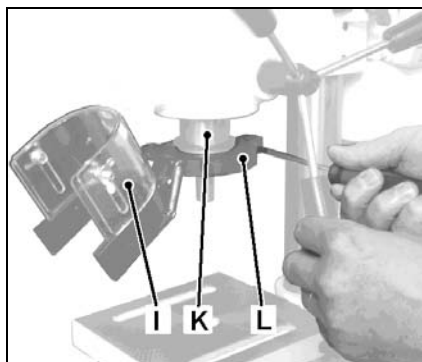

Рис.2
Установите защиту патрона (I, Рис. 2) на сверлильную пинюль (K), прежде чем монтировать патрон.